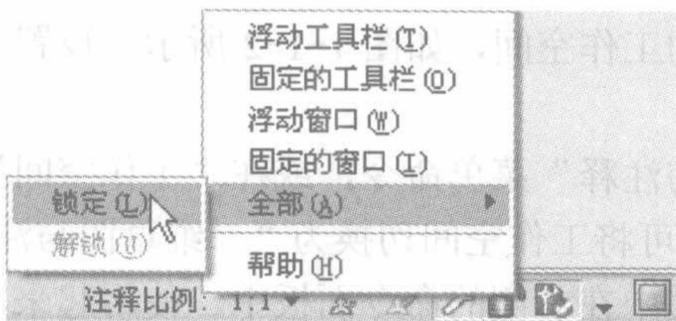

图 1-1-4 “锁定”按钮和菜单
(5) 单击“窗口”→“锁定位置”→“全部”→“锁定”菜单命令，或单击状态栏上的“锁定”图标，调出“锁定”菜单，如图 1-1-4 所示。在该菜单中单击需要锁定的选项，锁定工具栏和命令面板集的位置，防止它们意外地移动。界面右下角“锁定”按钮的  图标表示为锁定状态， 图标为未锁定状态。